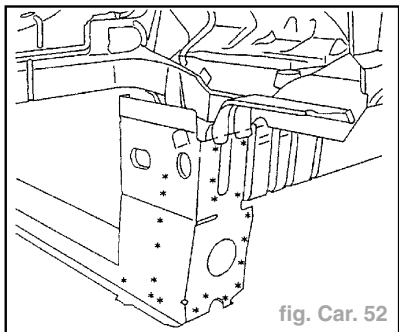

fig. Car. 52
- Dégraffer les points à l'aide d'une fraise de diamètre = **8 mm** (fig. Car. 52).